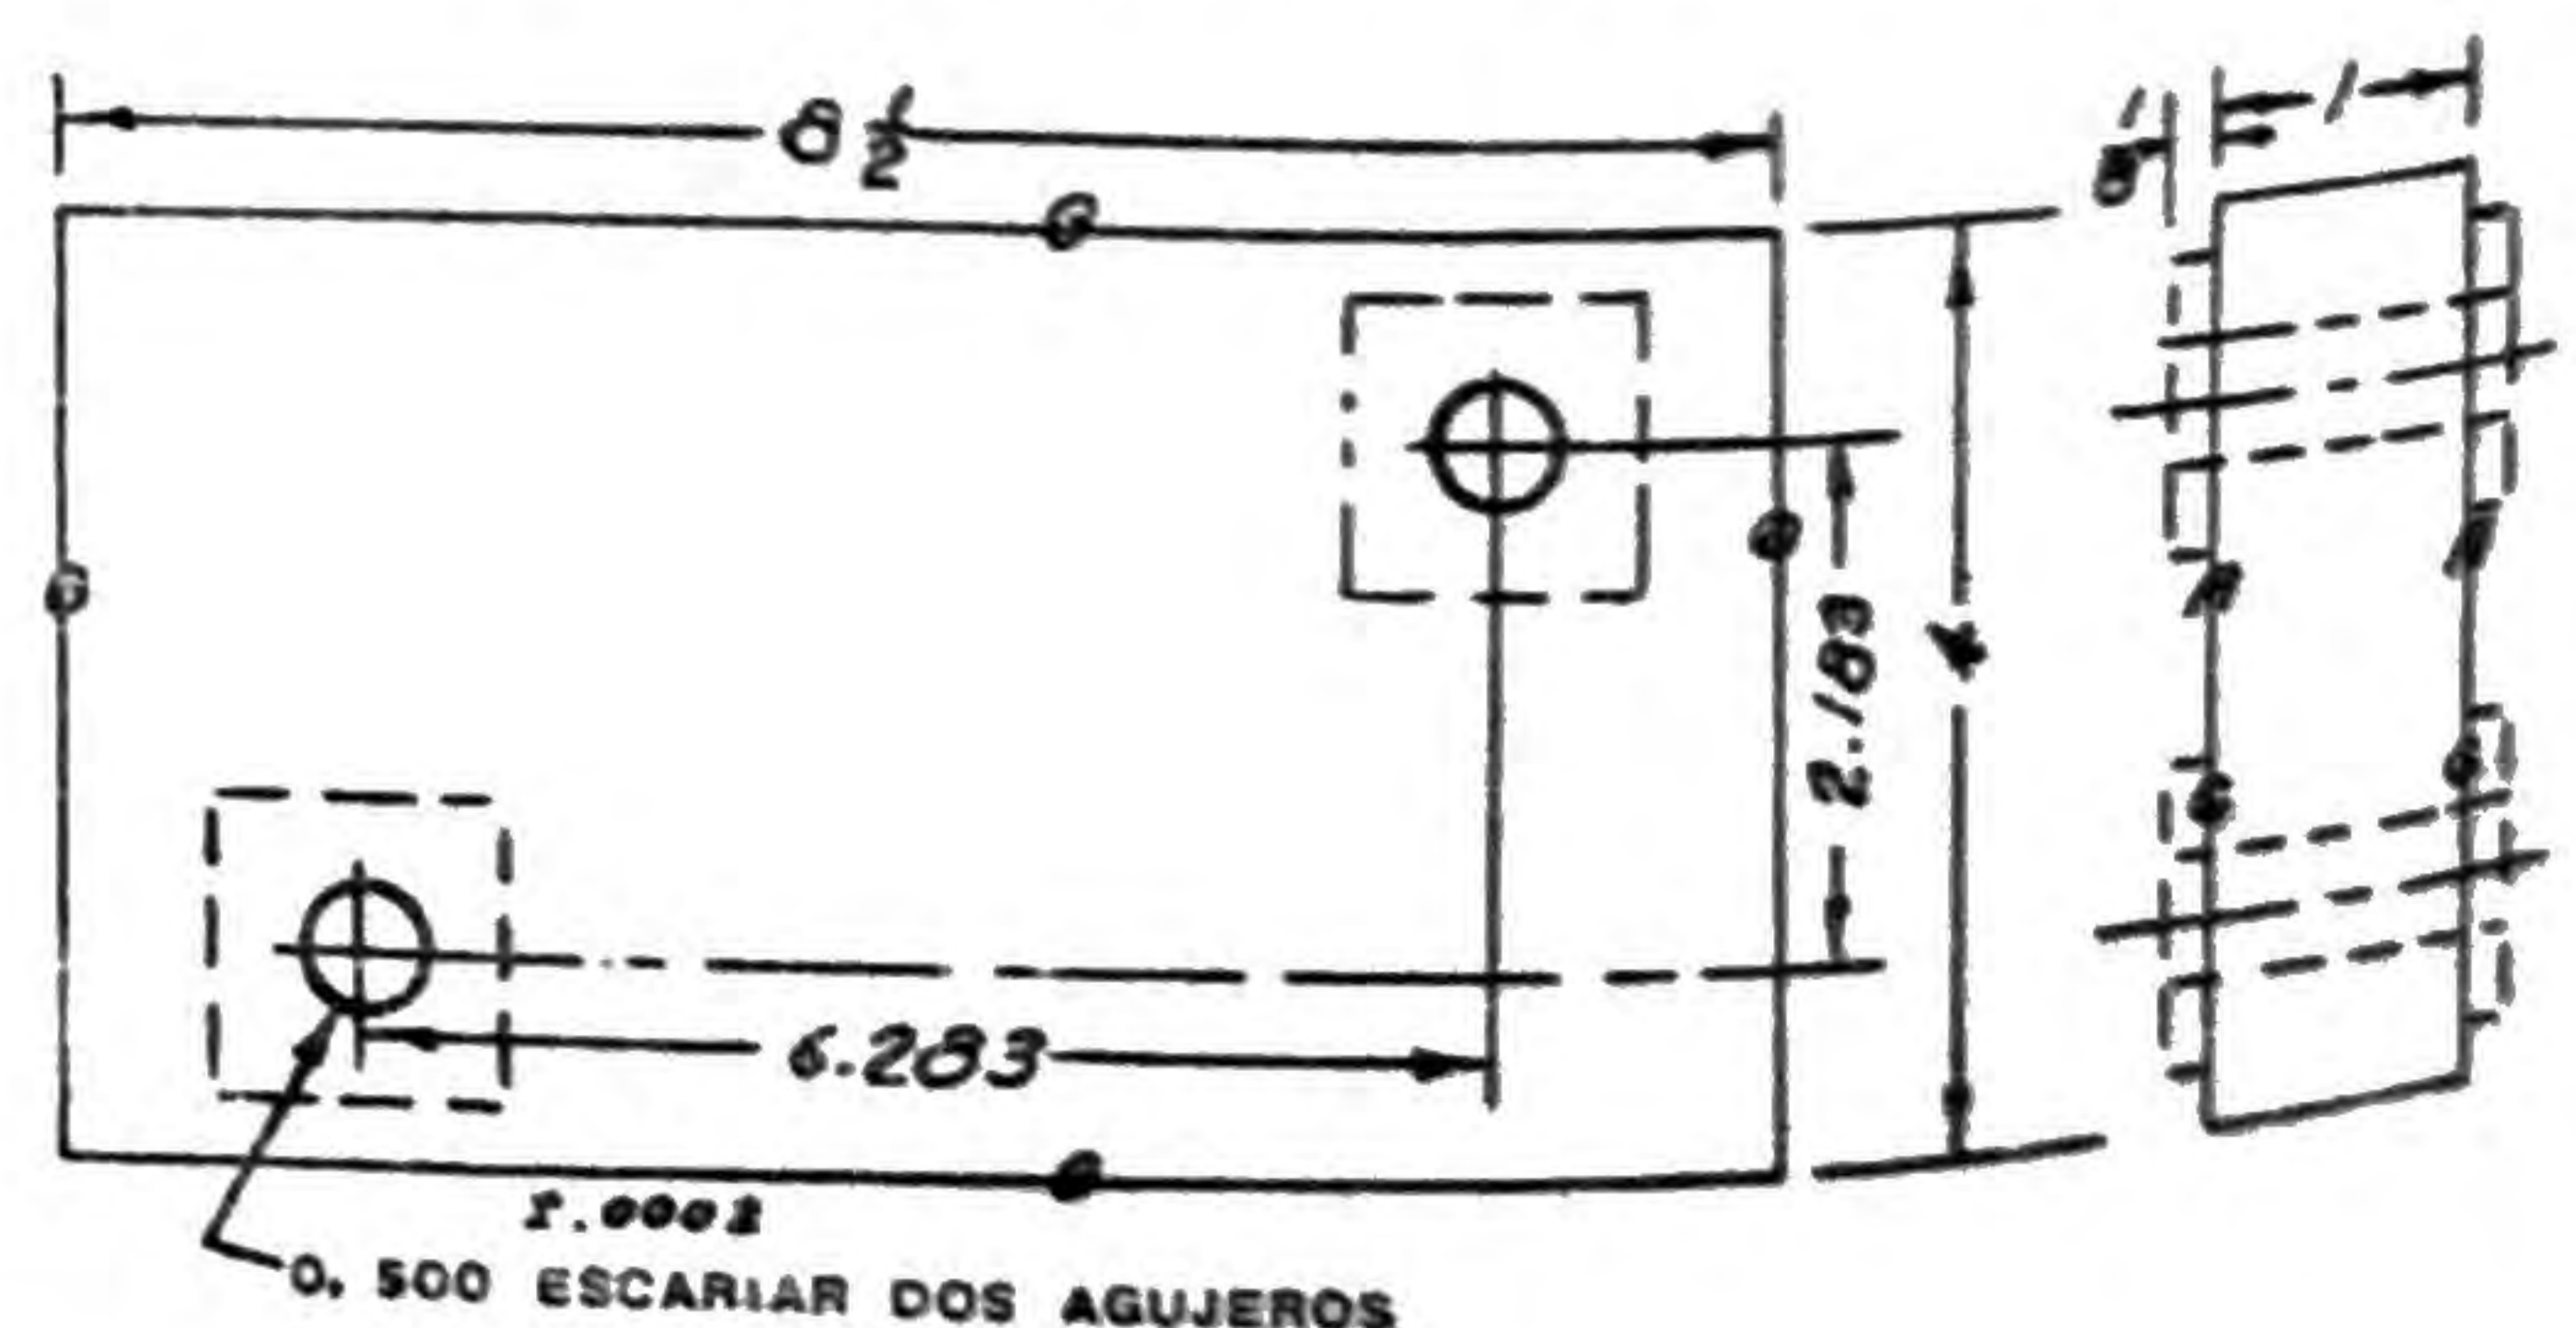

Fig. 715
19. Se necesita un bloque de acero (fig. 715) de 1" x 4" x 8 1/2", templado, bruñido y con dos agujeros escariados con precisión. ¿Qué clase de acero habrá de emplearse y cómo se llevará a cabo este trabajo?